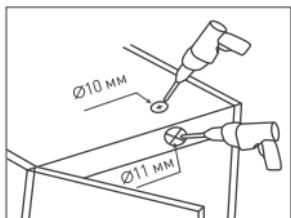

Рисунок 2. Установка датчика SR-PRIME DOOR/HAND
- ↗ Датчик DOOR должен быть смонтирован т. о., чтобы дверь в закрытом положении находилась на расстоянии 0,5–10 см от лицевой стороны датчика [рис. 2]. Свет будет включаться при открывании двери и выключаться при ее закрывании. Для лучшего отражения ИК-сигнала от черных поверхностей наклейте на дверь небольшой отражающий элемент.